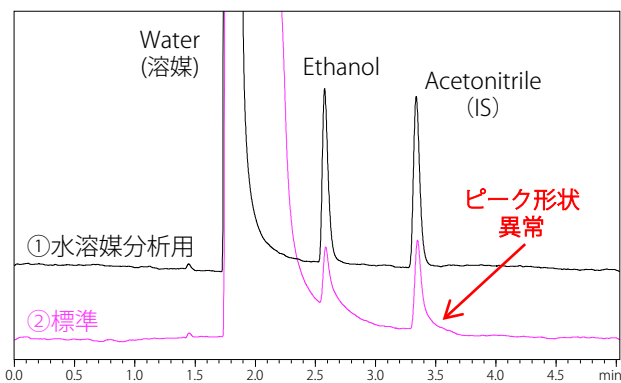
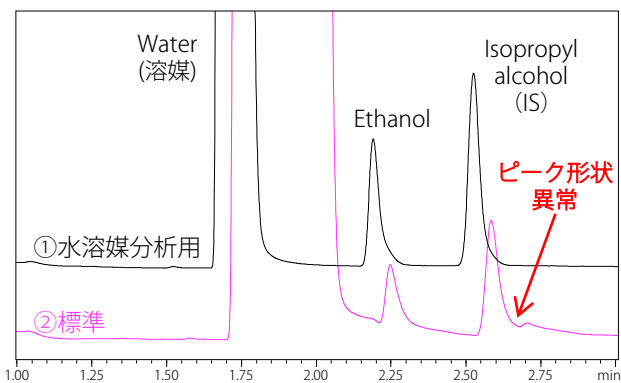

図3 アルコール濃度測定における標準溶液の測定結果 (TCD)
図4 酒中のエタノール分析における10%標準溶液の測定結果 (TCD)
測定結果の一例を図3および図4に示します。①は水溶媒分析用インサート使用時の測定結果、②は標準インサート使用時において、不規則に②のようなピーク形状（テーリング）が見られ、この時に溶出した水（溶媒）のピーク形状は正常時と比較してブロードに検出されていることが分かりました。このように、不規則にピーク形状異常が生じることにより、再現性不良の原因につながることがあります。